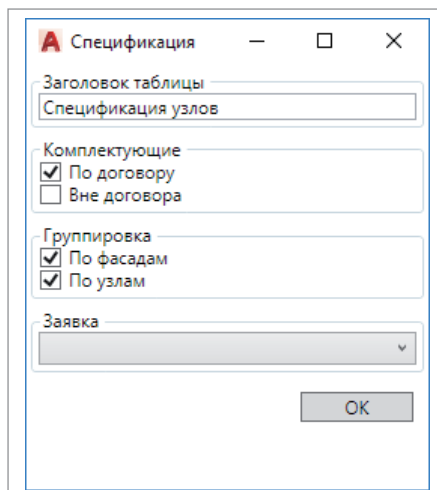

Рис. 8. Диалог настройки спецификации
- спецификация на комплектующие (доборные элементы и крепеж). При создании этой спецификации (рис. 8) можно задавать на выбор: